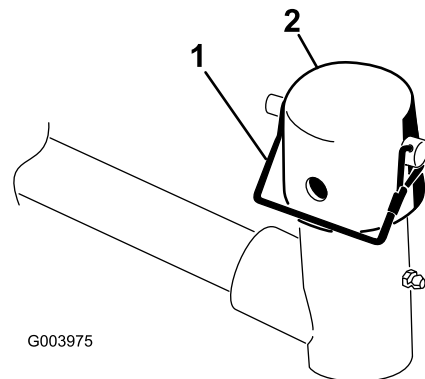

Figure 7
6. Retirez la goupille à fermoir et le capuchon de la chape de pivot du bras de relevage (Figure 7).
10. Fixez le capuchon et l'arbre du bâti porteur à la chape du bras de levage avec la goupille à fermoir (Figure 7).